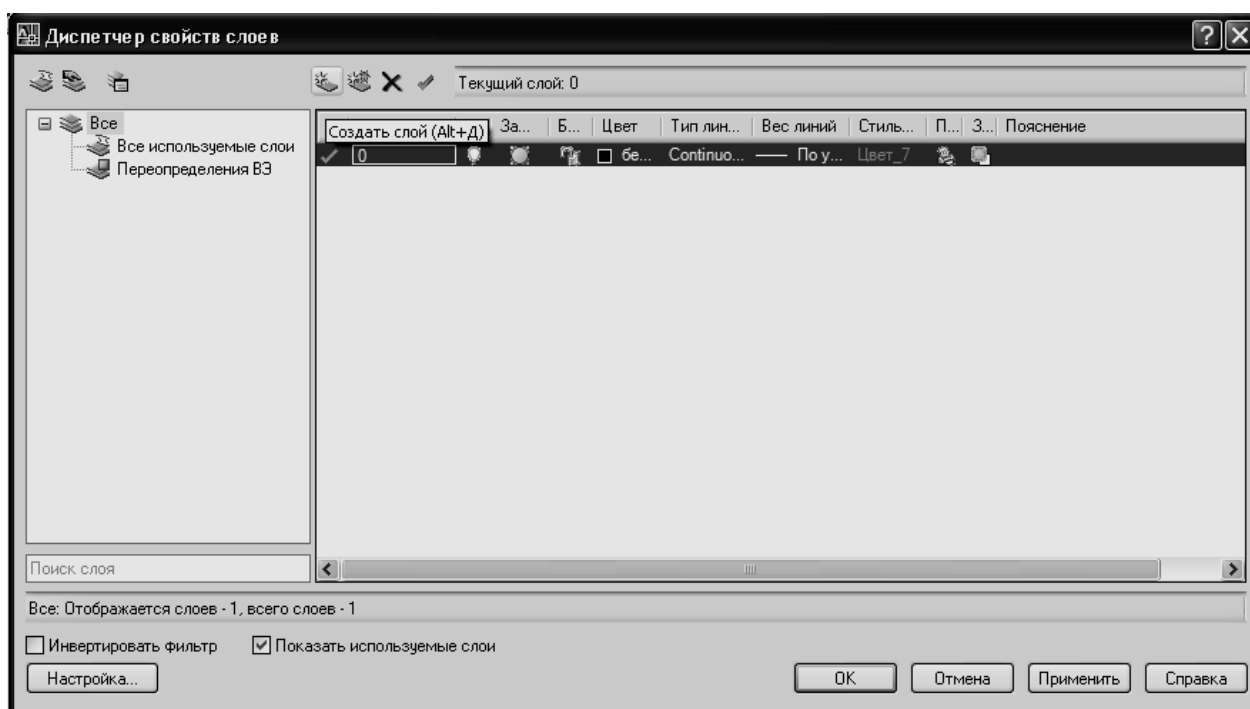

Рисунок 6.3 – Создание нового слоя
- в открывшемся окне нажать *Создать слой* (рисунок 6.3);